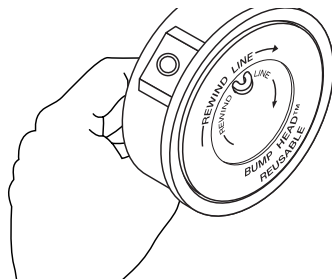

Fig. 15
1. Tenez la bobine extérieure d'une main et dévissez le bouton de butée vers la gauche (Fig. 15). Inspectez le boulon à l'intérieur du bouton de butée pour vous assurer qu'il se déplace librement. Remplacez le bouton de butée s'il est endommagé.